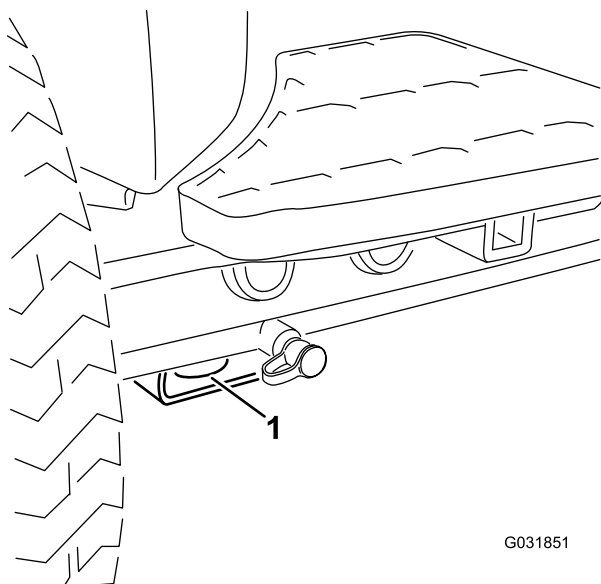

Figura 39
- Anteriore – foro nel supporto rettangolare, sotto il tubo dell'assale, all'interno delle ruote anteriori (Figura 39)